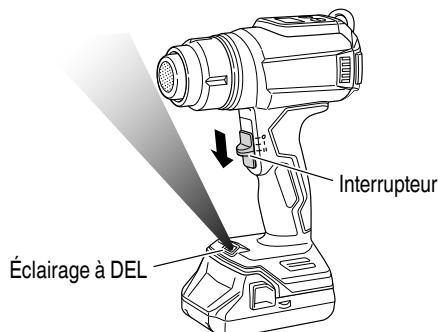

Fig. 11
- 3. Comment utiliser la DEL d'éclairage. (Fig. 11)